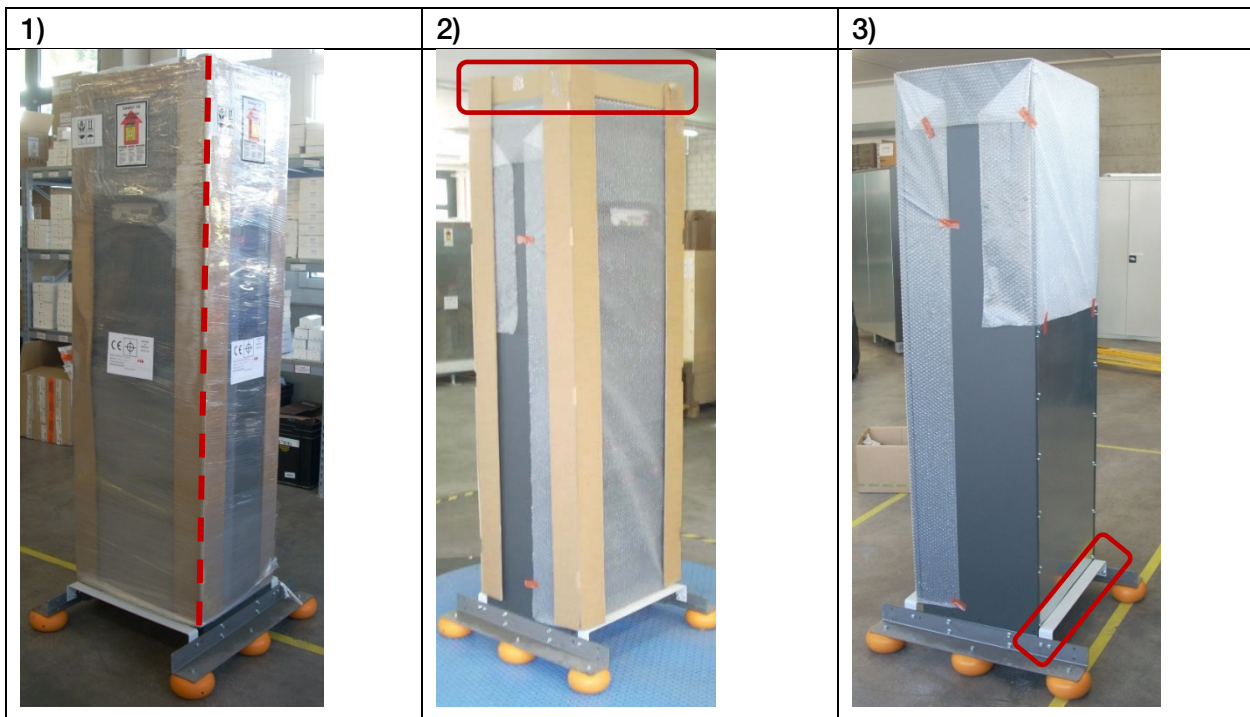
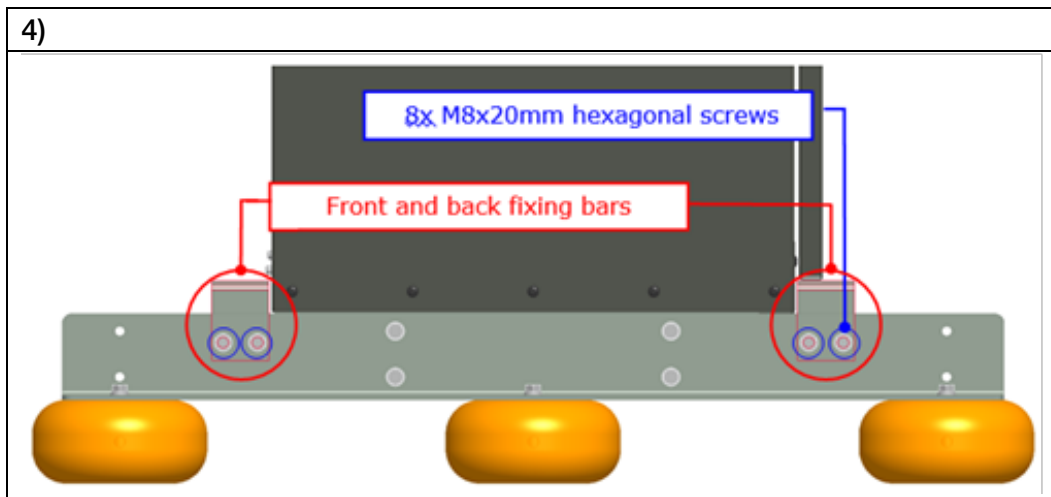

Abbildung 3: Fotos der PowerWave 33 S3 zum schrittweisen Auspacken.
Abbildung 4: Seitenansicht des unteren Teils der PowerWave 33 S3 mit dem Bodensockel.
4. Demontieren Sie die vorderen und hinteren Befestigungsleisten auf der Vorder- und Rückseite (siehe Abbildung 3 weiter unten und auch Abbildung 4 auf der nächsten Seite) durch Lösen der 8x M8-Sechskantschrauben.